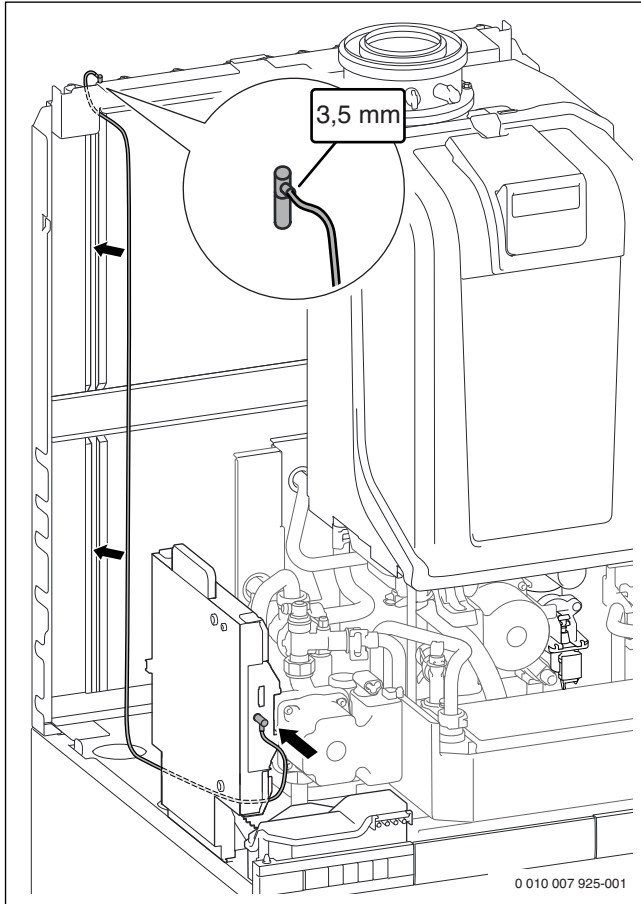

Fig. 68 Raccordement et pose du câble au Junkers MB LANi
- Poser le câble pour le raccordement Junkers MB LANi des pièces fournies comme indiqué dans la figure 68.